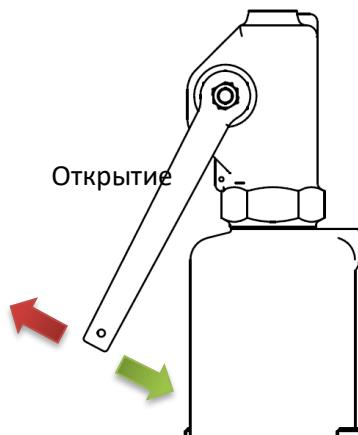

Рисунок 4
1. Удалить пломбу между колоколом (19) и крышкой (7)
2. Поднять до упора ручку в сторону Z (смотри рисунок 4)
3. Открутить колокол (19)
4. Ослабить контргайку (17)
5. Вращать регулировочный болт (18) с целью достижения требуемого давления начала открытия, с целью защиты примыкающих поверхностей, во время вращения следует придерживать шток (6) за гайку (21) предотвращая его вращение
6. Дожать контргайку (17)
7. Скрутить колокол (19) с новой прокладкой (16)
5. Вращайте регулировочный болт (18) до полного снятия натяжения пружины. С целью защиты примыкающих поверхностей, во время вращения следует придерживать шток (6) за гайку (21) предотвращая его вращение
6. Открутите гайки (14), удерживающие крышку (7) с корпусом (1). Для двусторонних болтов (13) одинаковой длины гайки (14) выверните равномерно поочередно. Для двусторонних болтов (13) разной высоты сначала открутите гайки (14) на более коротких болтах, а затем открутите гайки с более длинных болтов равномерно поочередно
7. Снимите крышку (7), отметив место установки отверстия под болт в крышке с соответствующим двухсторонним болтом
8. Снимите верхнюю тарелку пружины (15)
9. Поменяйте пружину (8) на новую
10. Установите верхнюю тарелку пружины (15)
11. Заменить прокладку (23) между корпусом (1) и крышкой (7) на новую (у фигуры 600 имеется две прокладки между корпусом и вставкой, а также крышкой и вставкой)
12. Установите крышку (7) на двухсторонние болты (13)
4. Поменять прокладку (16) на новую
5. Скрутить колокол (19)
8. Снимите верхнюю тарелку пружины (15), пружину (8) и нижнюю тарелку пружины(15)
9. Удерживая шток (6) предохранительного клапана, вытяните весь подузел закрытия клапана:
- **Фигура 240, 270, 610, 613, 614, 630, 650, 670, 673, 674 (по рисунку 5 – исполнения 01-08)** - вставка (5), втулка (9), колокол (4), кольцо (11) пружинящее кольцо (12), клапан (3) защитное кольцо (10))
- a) Снять старый клапан (3) сильно потянув вниз, одновременно держа шток (6) предохранительного клапана.
- b) Установить (если не был установлен ранее) новое защитное кольцо (10) к новому клапану
1. Удалить пломбу между колоколом(19) и крышкой(7)
2. Поднять до упора ручку в сторону Z (рисунок 4)
6. Открутите гайки (14), удерживающие крышку (7) с корпусом (1). Для двухсторонних болтов (13) одинаковой длины гайки (14) выверните равномерно поочередно. Для двухсторонних болтов (13) разной высоты сначала открутите гайки (14) на более коротких болтах, а затем открутите гайки с более длинных болтах равномерно поочередно
8. Снимите прокладку(23) между крышкой(7) и вставкой(5)
9. Вытянуть весь закрывающий подузел: Шток(6), тарелку пружины(15), Пружину(8), вставку(5), колокол(4) клапан (3)
10. Снять прокладку (23) между корпусом (1) и вставкой (5)
11. В корпусе убрать пломбу (30) на регулирующем кольце (27)
12. Вкрутить блокирующий болт (29) вместе с защитной иглой (28) чтобы наступила разблокировка регулирующего кольца (27)